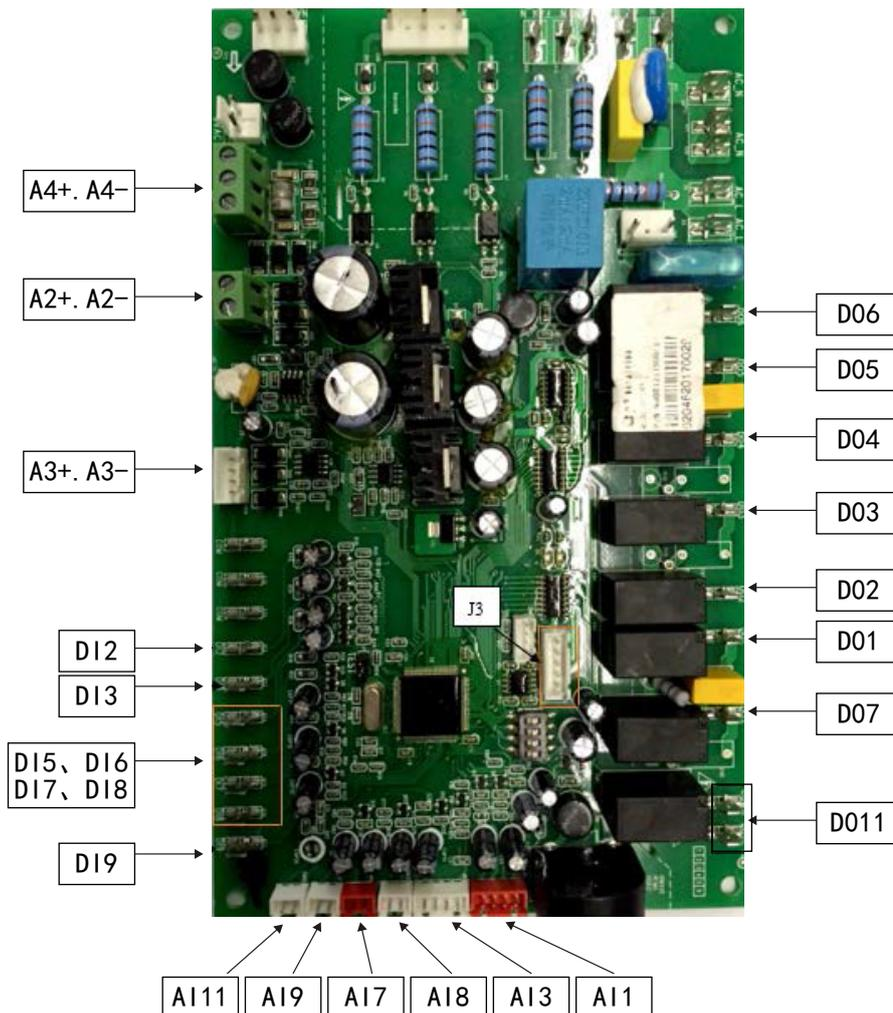

图5.1 主控制板
- 1) 主控制板 (见图5.1), 各端口名称见表5.1。